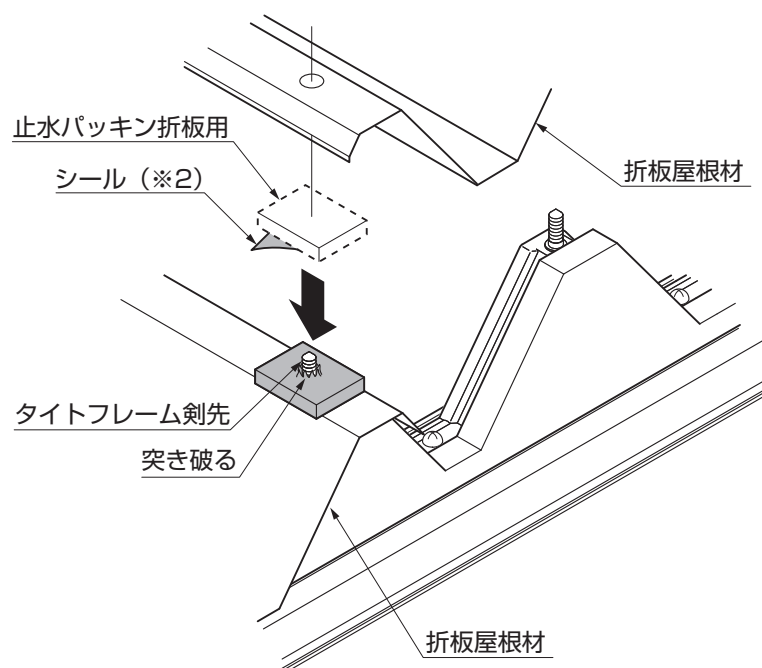

図16-9
- ① 止水パッキン折板用の裏板シール（※2）をはがし、正面（シャッター側）の横樋梁用のタイトフレームからでている剣先を突き破って貼付けてください。（図16-7、図16-9参照）
- ④ 止水パッキン折板用の裏板シール（※2）をはがし、折板屋根材の重ね合わせ部の剣先を突き破って、貼付けてください。その後、2枚目以降の折板屋根材を載せてください。（図16-8、図16-9参照）